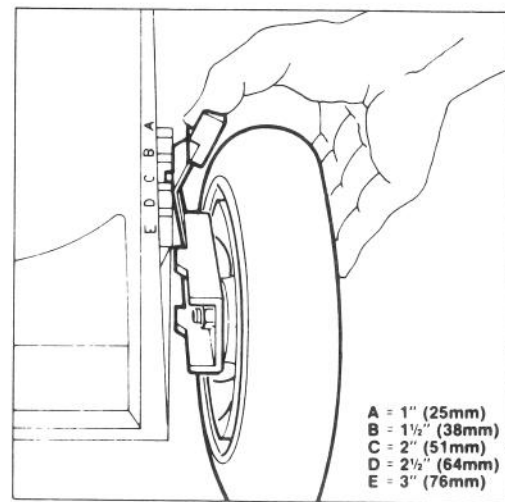

Figure 7
Cinq lettres moulées dans le carter représentent chaque augmentation progressive (Fig. 7).
2. Pour faire le réglage plus facilement, soulevez le carter de façon que la roue ne touche pas le sol. Serrez le levier de réglage vers la roue et déplacez à l'ajustement désiré (Fig. 7). Assurez-vous que la cheville du levier de réglage s'engage dans l'encoche du carter. Réglez toutes les roues à la même hauteur.